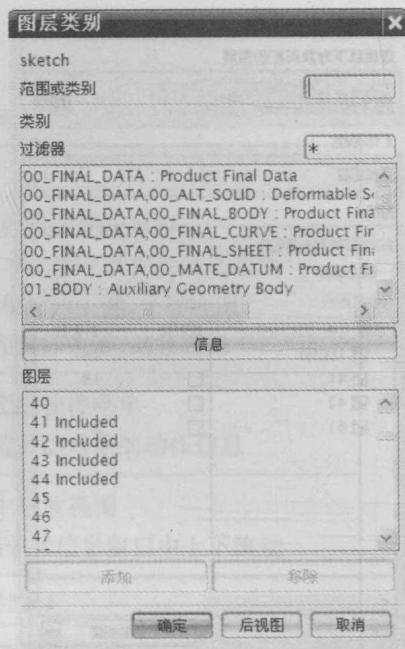

图 1.8 Sketch 的图层类别的创建
②在该对话框“类别”文本框中设定新建图层类别为 Sketch,然后单击“创建/编辑”按钮,打开如图 1.8 所示对话框,在对话框中选择 41~44 图层,然后单击“添加”按钮将选择图层添加到新建图层里。
③单击“确定”按钮完成新建图层类别所包含的图层设定,再单击“确定”按钮关闭“图层类别”对话框,完成图层类别的创建。